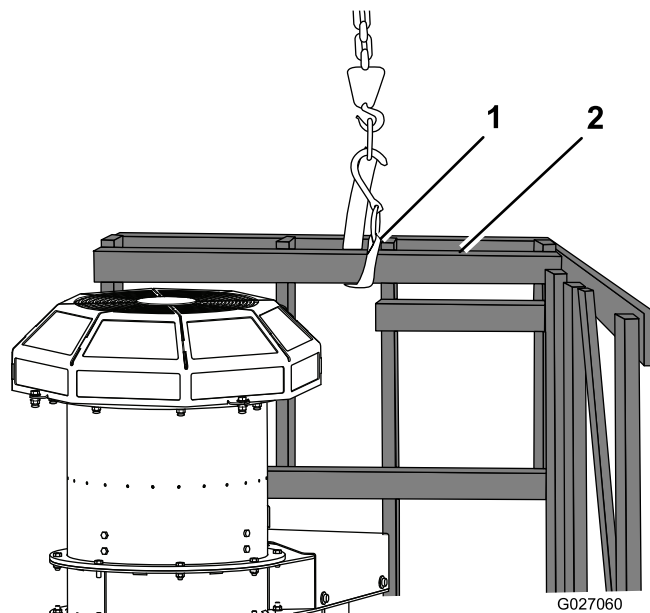

Bild 5
6. Befestigen Sie einen Heberiemen am oberen Ende des Anbaugeräts und heben Sie die Palette an, bis die Kiste und der Bläser vertikal sind (Bild 5).